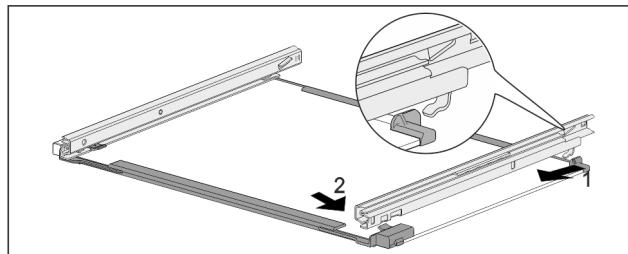

Fig. 143 Скляна пластина з рейками
- Зачепити рейку ззаду. Fig. 143 (1)
- Зафіксуйте рейку спереду. Fig. 143 (2)